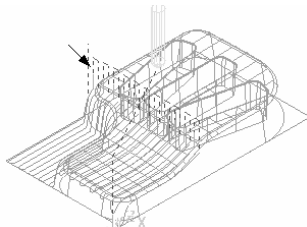

图 2-46 加框
- **【加框】**: 在刀具路径始端的等高层插入一段直线移动路径, 如图 2-46 所示。